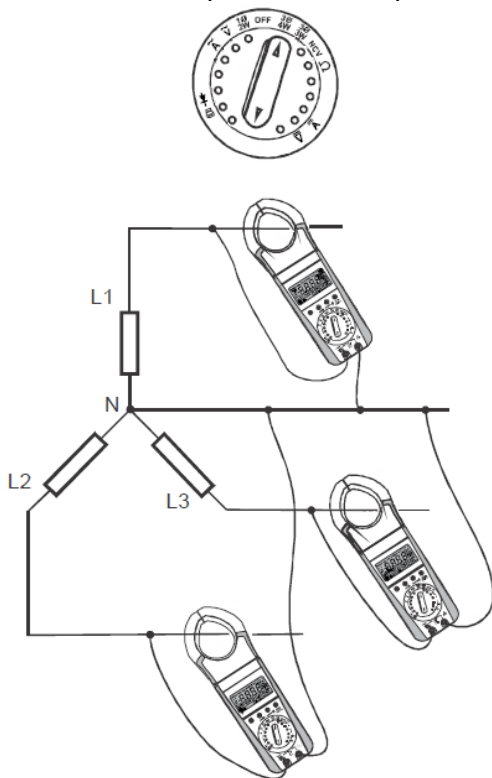

Fig 11.1.2 Schema di collegamento per carico squilibrato 3ph4w
- 2) Lo strumento mostrerà L1-n e I -1 sul display. Collegare lo strumento alla fase L1 come mostrato in fig 11.1.2 (passo 1).